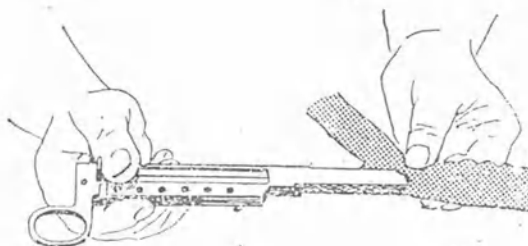

Рис. 7. Введение губок через проколы
7.1.1. Разъединить упорную и скобочную половины и через проколы в просветы сшиваемых органов полностью ввести губки половины шователя (рис. 7).